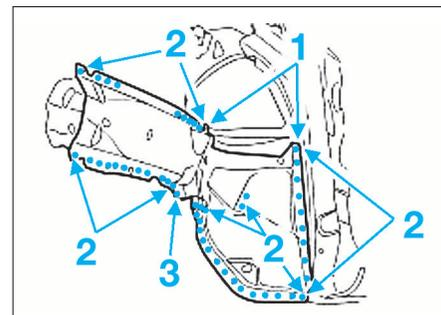

FIG. 18
- Découper approximativement (1), fraiser les points de soudure (2) et meuler le cordon de soudure (3) de la partie extérieure de longeron (Fig.18).